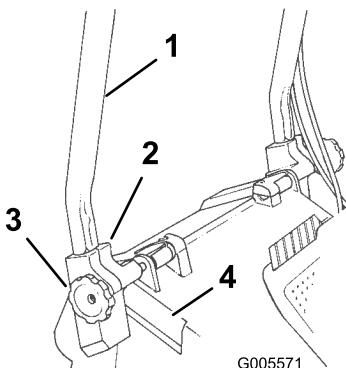

Figura 3
1. Allentate le manopole sulle staffe di fissaggio (Figura 3).
3. Inserite completamente a fondo le estremità della stegola nei fori delle staffe di fissaggio (Figura 3).
4. Girate indietro la stegola e le staffe di fissaggio finché le staffe non si inseriscono saldamente nei pozzetti di alloggiamento (Figura 3).